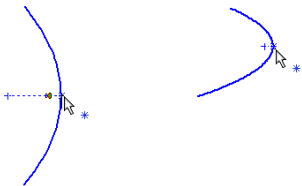
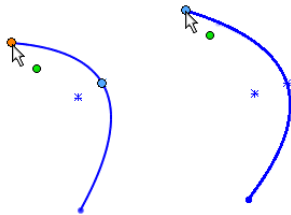

图 2-19 拖动顶点以展开抛物线
图 2-20 拖动端点来延长抛物线
(1) 如要展开曲线, 将顶点拖离焦点。在移动顶点时, 移动图标出现在鼠标指针旁, 如图 2-19 所示。
(2) 如要制作更尖锐的曲线, 请将顶点拖向焦点。
(3) 如要改变抛物线一个边的长度而不修改抛物线的曲线, 选择一个端点并拖动, 如图 2-20 所示。